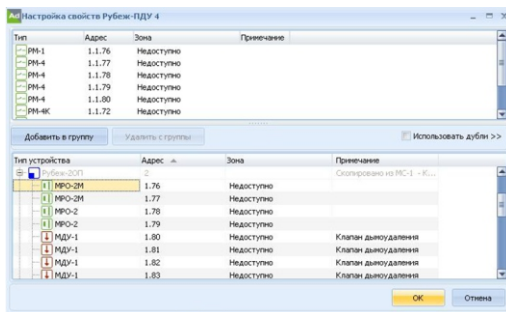

Рисунок 4
- Затем раскрыть список направлений, правым кликом вызвать выпадающее меню для требуемого направления и выбрать пункт «Свойства» (рисунок 4);